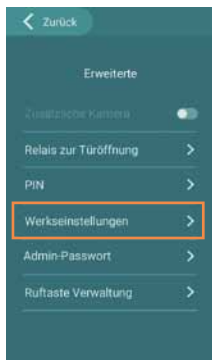

Abb. 1
- Berühren Sie **Werkseinstellungen** (Abb. 1)